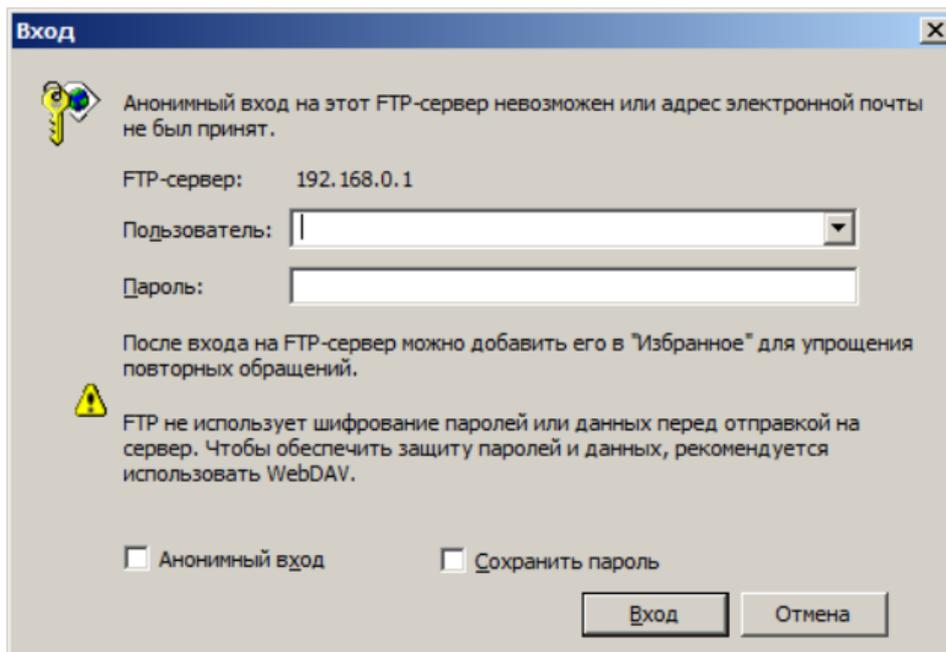

Рисунок 234 - Введение имени пользователя и пароля для FTP сервиса
6. В открывшемся окне введите имя пользователя ftp и пароль, который вы задали для FTP сервиса (рисунок 234).